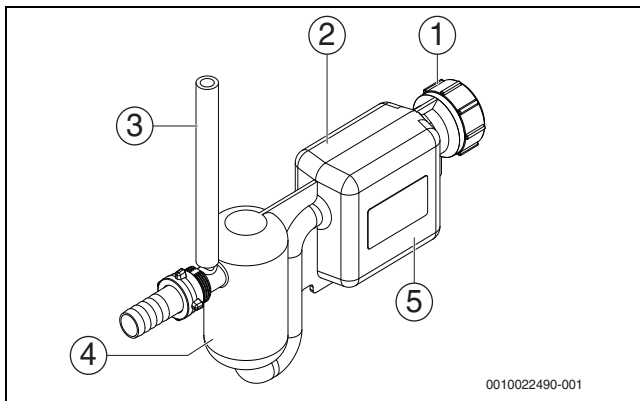
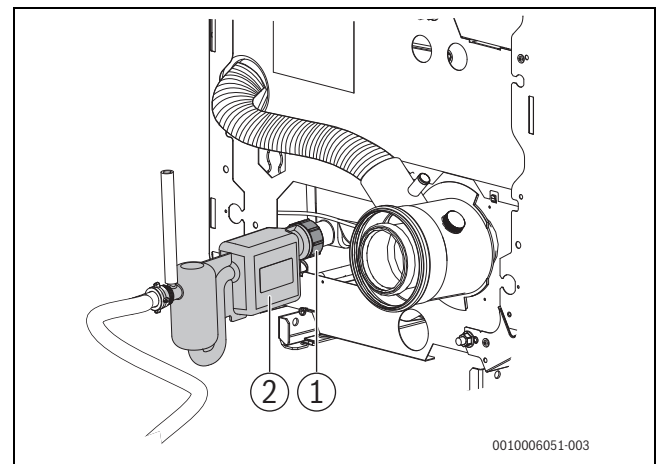

Bild 72 Siphon, Version 2
Bild 73 Kondensatwanne reinigen; dargestellt mit Siphon Version 2
- ▶ Verschraubung am Anschlussstutzen der Kondensatwanne [1] lösen und Siphon [2] abnehmen (→Bild 73).
- ▶ Siphon (→ Bild 72; Ausgleichsvolumenbehälter [4] und Schmutzauffangbehälter [5]) mit Wasser befüllen.
- ▶ Siphon (→ Bild 72) an den Anschlussstutzen der Kondensatwanne (→ Bild 73) schrauben.
- ▶ Über den Entlüftungsschlauch (→ Bild 72, [3]) Wasser nachfüllen und dabei sicherstellen, dass der Siphon vollständig mit Wasser gefüllt ist.